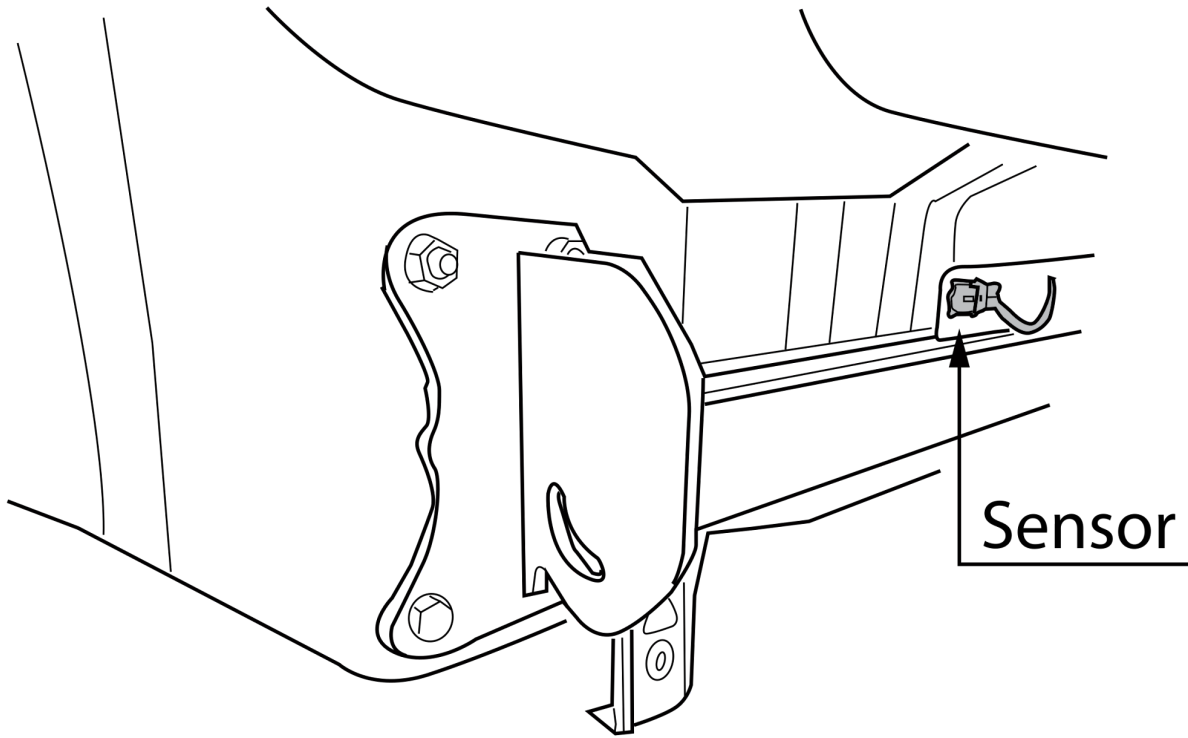

Fig. 3
6. Внимание, если имеются: монтировать парковочный датчик. См. рисунок 3